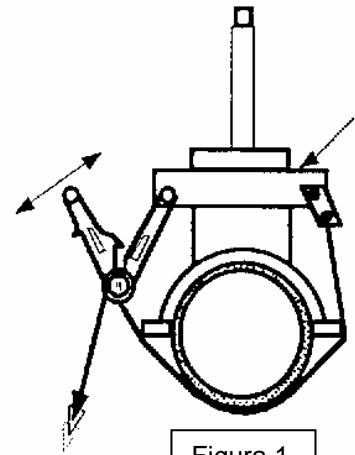

Figura 1
8. Trageți de capatul chingii. Acționați clichetul pentru a strânge chinga și pentru a fixa dispozitivul de perforare în poziție. (figura 1)